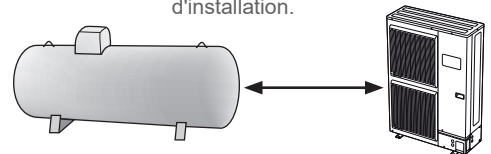
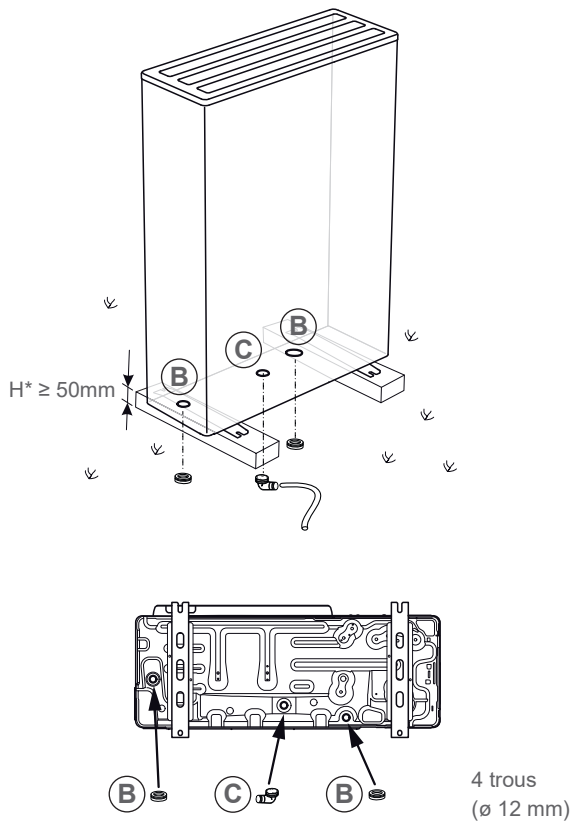

fig. 12 - Dégage­ments minimum d'installation autour de l'unité extérieure
fig. 14 - Pose de l'unité extérieure, évacuation des condensats
- L'appareil doit être parfaitement accessible pour les travaux d'installation et de maintenance ultérieurs (*fig. 12, fig. 13, fig. 14*).
- En fonctionnement, de l'eau peut s'évacuer de l'unité extérieure. Ne pas installer l'appareil sur une terrasse, mais préférer un endroit drainé (lit de graviers ou sable). Si l'installation est réalisée dans une région où la température peut être inférieure à 0°C pendant une longue période, vérifier que la présence de glace ne présente aucun danger. Il est aussi possible de raccorder un tuyau d'évacuation sur l'unité extérieure (*fig. 14*).
- Aucun obstacle ne doit entraver la circulation de l'air à travers l'évaporateur et en sortie du ventilateur (*fig. 12, fig. 13, fig. 14*).